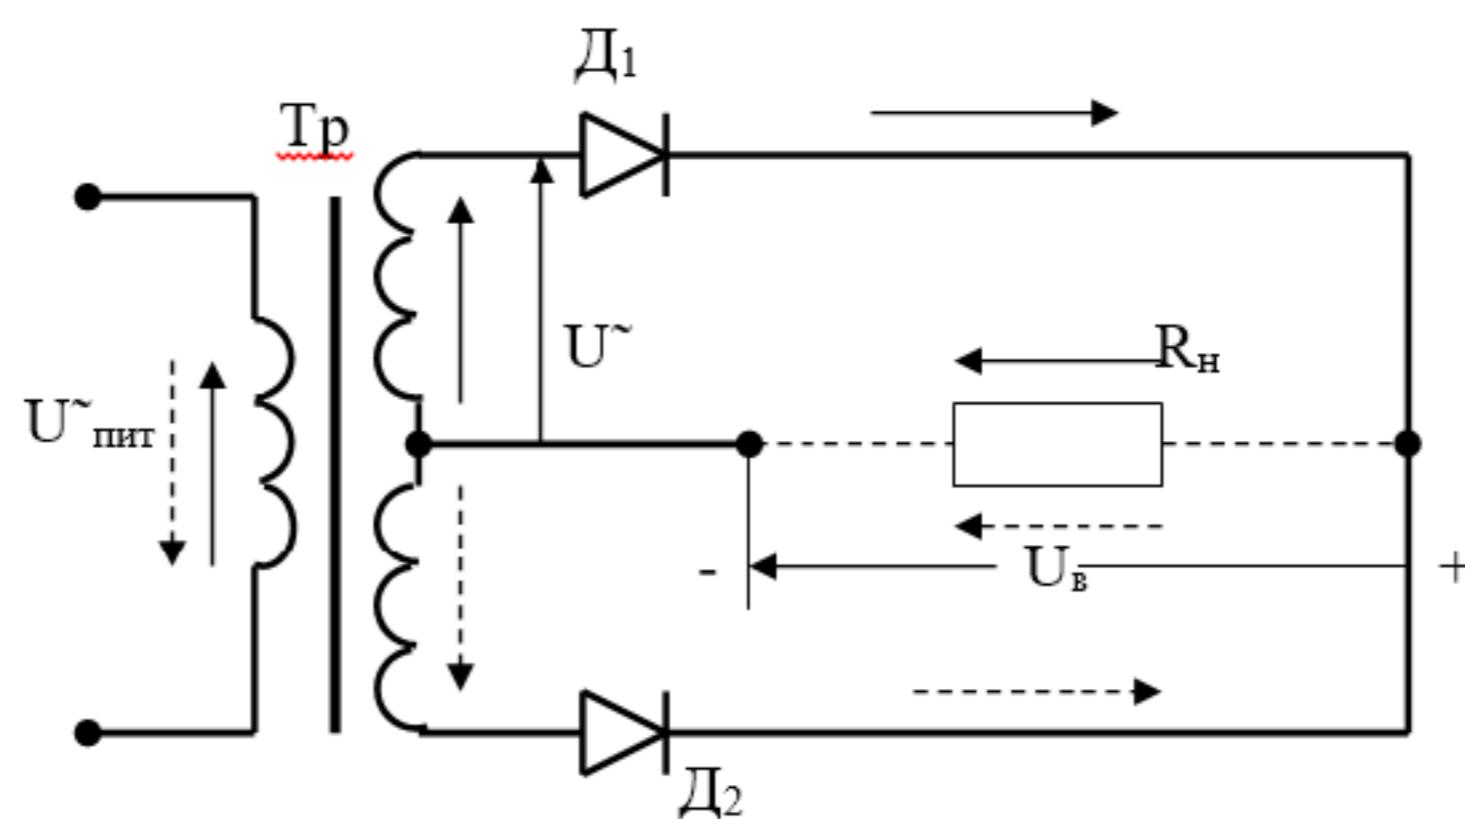
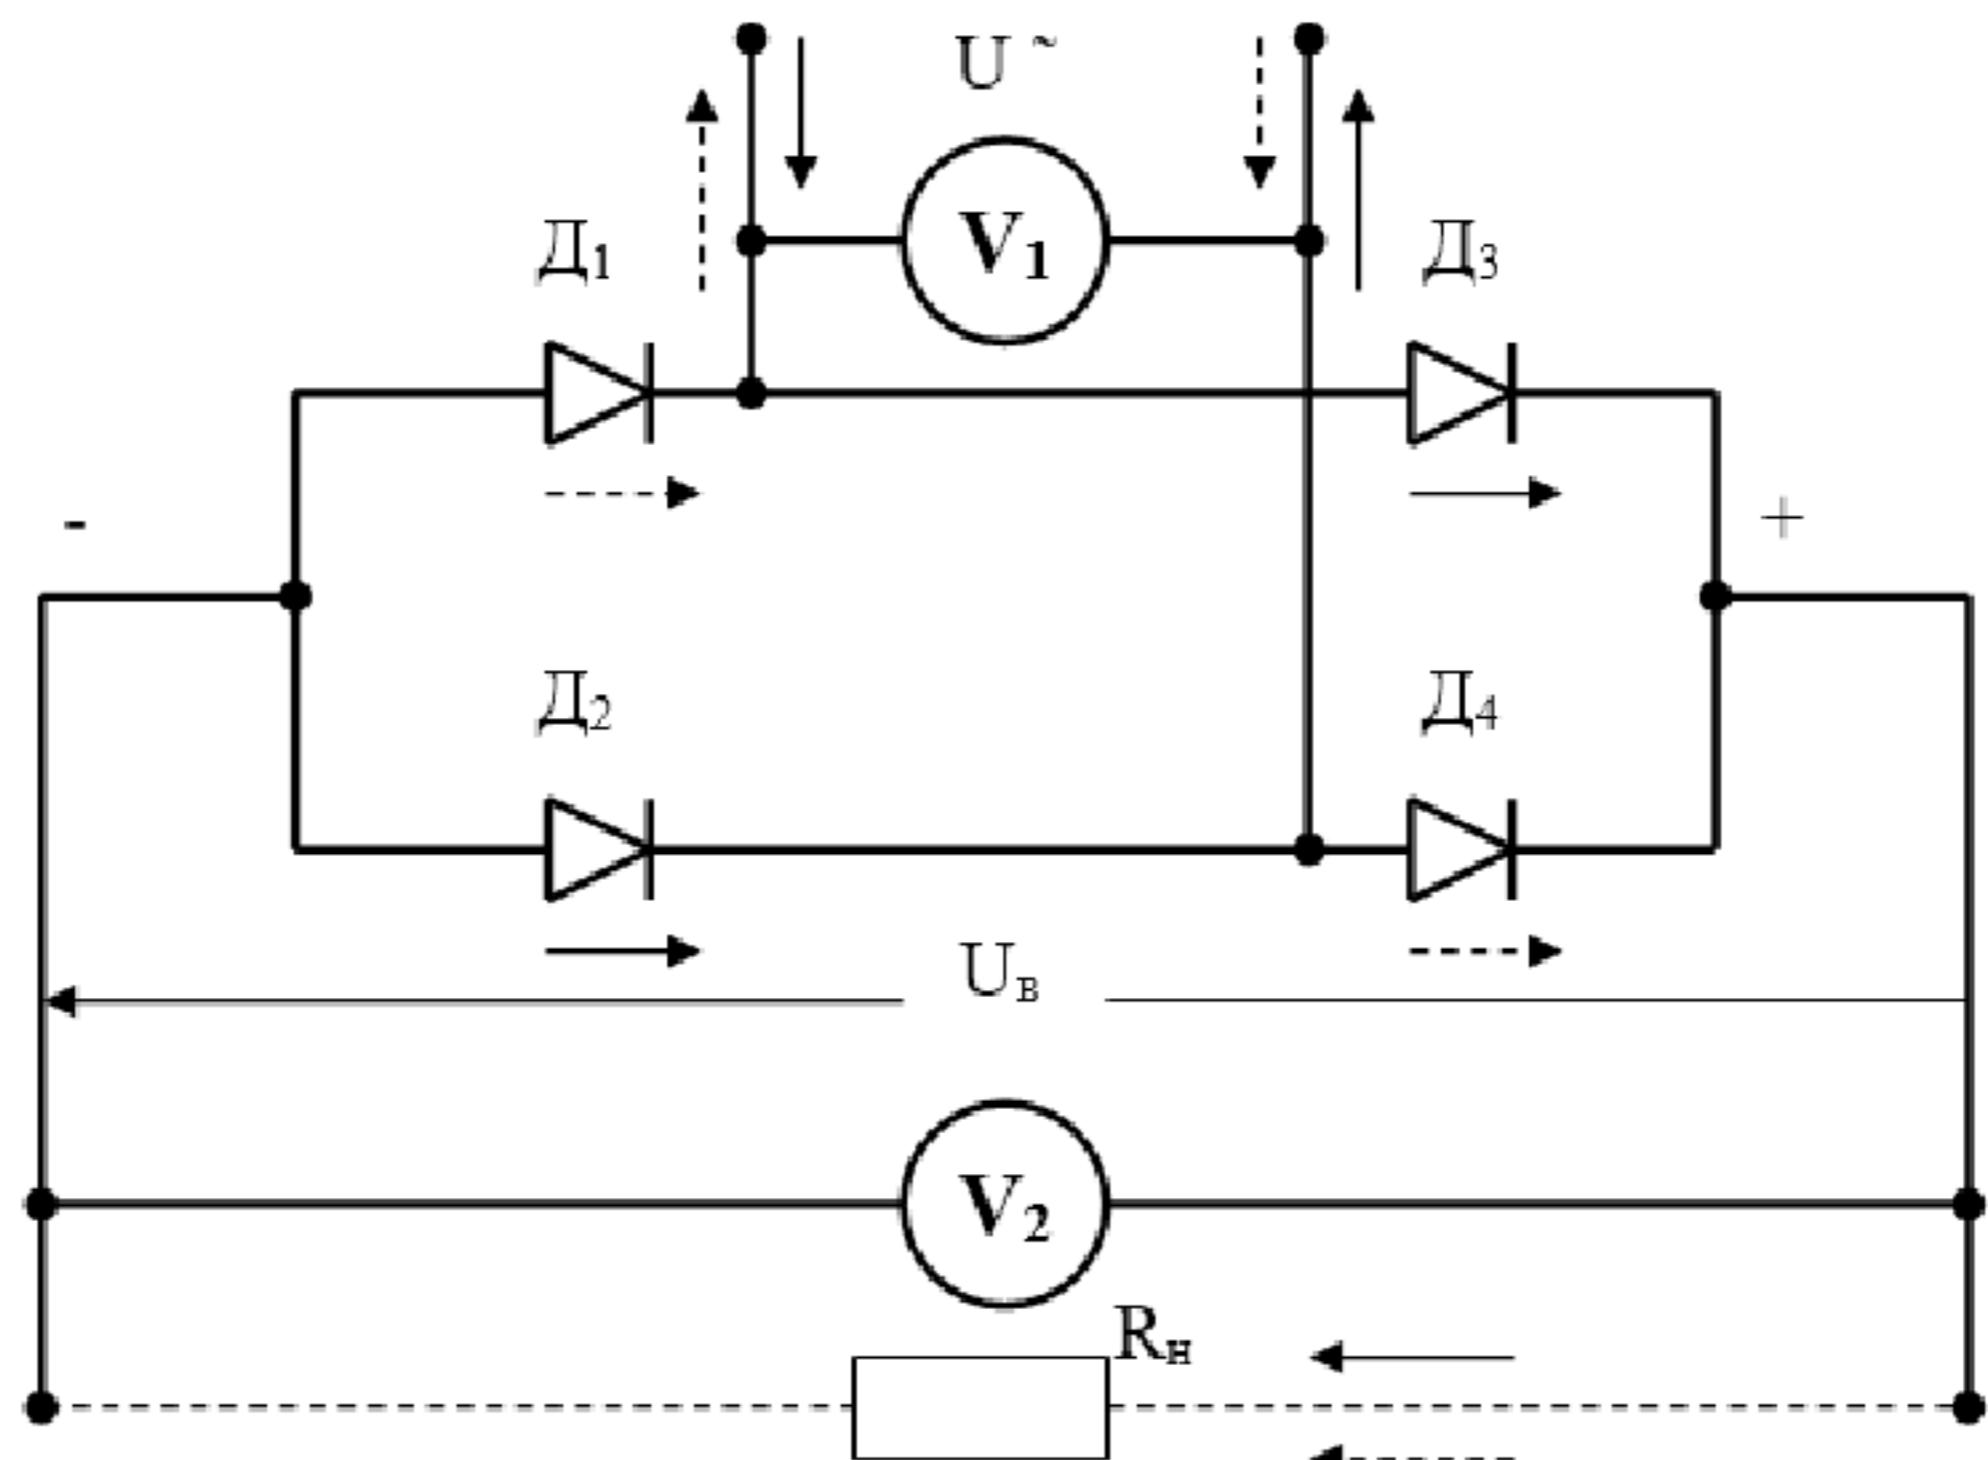

Рисунок 4.3
Рисунок 4.4
При питании от однофазной цепи чаще применяют схемы двухполупериодного выпрямления, имеющие значительно меньший уровень пульсаций выпрямленного напряжения. Существует два вида таких схем: со средней точкой (рис. 4.3) и мостовая (рис. 4.4). На схемах направление тока показано сплошными стрелками при одной полярности питающего напряжения и пунктирными – при противоположной. Достоинством мостовой схемы является отсутствие трансформатора со средней точкой вторичной обмотки. Вместе с тем, в этой схеме ток одновременно проходит через два диода, а не через один, как в схеме со средней точкой, поэтому падение напряжения на диодах в этой схеме будет в два раза больше. В связи с отмеченным обстоятельством схему со средней точкой предпочтительнее использовать при больших токах.
Для схемы рис. 4.3 и рис. 4.4 $m = 2$, $U_{cp} = 0,637 U_m = 0,9 U$,
4. Выполнить аналогичные замеры, вычисления, наблюдения и рисунки, собрав схемы, изображённые на рис. 4.3, 4.4, 4.6 и 4.8.